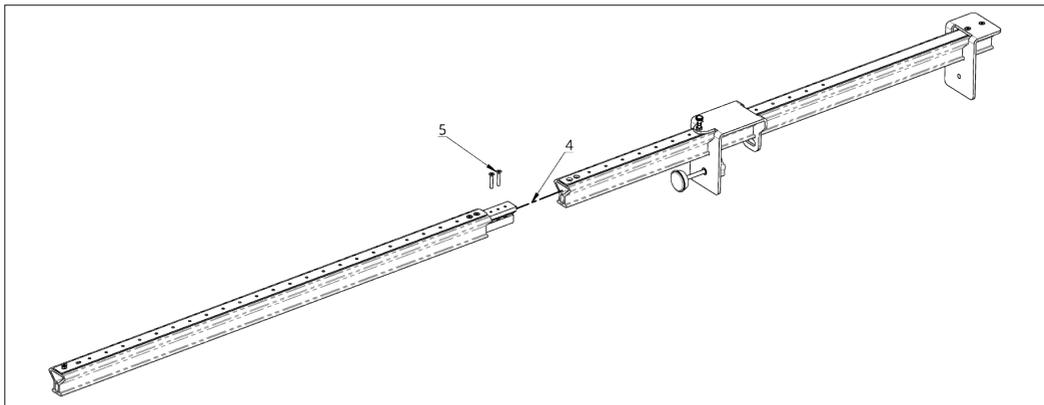

Fig. 11.
Inserire la giunzione dell'accessorio prolunga **BSafe** all'interno della sede in cui era presente il terminale di **BSafe** (4) [Fig. 11].
Avvitare le viti rimosse in precedenza dalla giunzione in modo da bloccare accessorio prolunga **BSafe** con **BSafe** (5) [Fig. 11]. Assicurarsi che le teste delle viti non sporgano oltre il piano, questo per evitare che la piastra mobile di **BSafe** riesca a scorrere senza intralci lungo tutta la lunghezza.